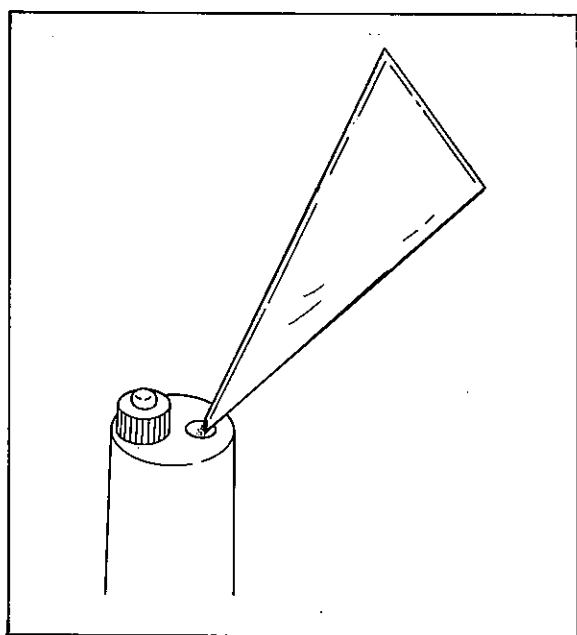

図 3.2 KCl 粉末の入れ方
- (6) “内部液室” に、KCl 粉末を 10～12g 程度入れてください。内部液セットの KCl 粉末の場合は、1 袋分使用します。袋の先端部を鋏で切り取り、図 3.2 の要領で入れてください。なお、袋内の KCl 粉末が固まっている場合は、よく揉みほぐしてから入れてください。